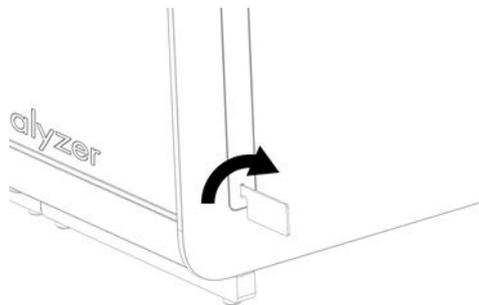

Figure 13. Retrait des capots de protection.
- 1.e. Retirez les capots de protection sur le côté du module analytique, où sera fixé le module analytique supplémentaire (Figure 13).